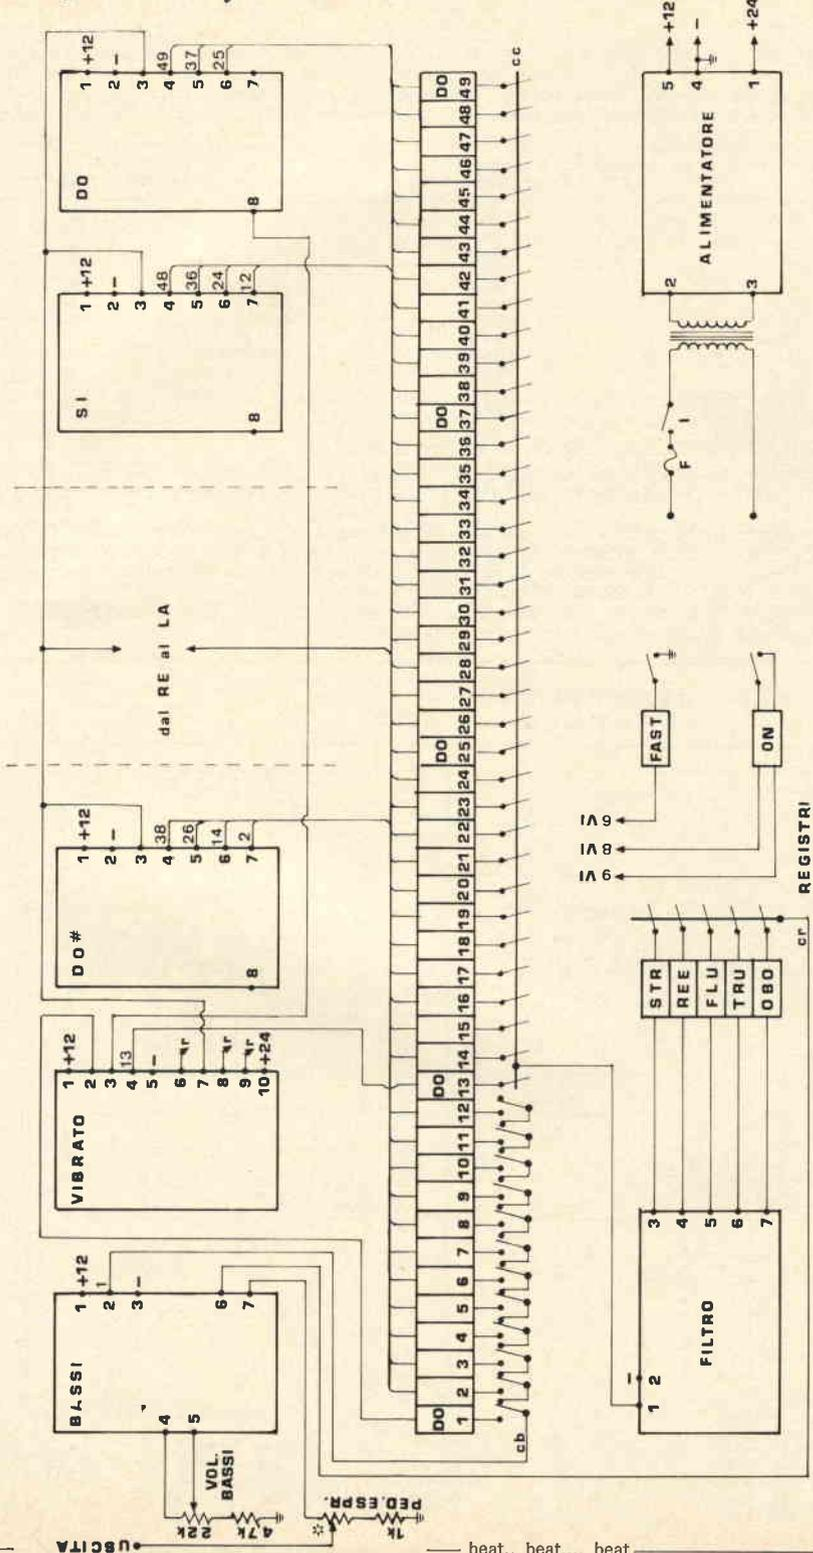

figura 1
In figura 1 è illustrato lo schema generale, che comprende:
- 4) Al terminale 7 è presente lo stesso segnale di cui al terminale 6, ma invertito di fase. Questo è inviato al contatto del tasto n. 10 corrispondente al LA dell'ottava dei bassi: la frequenza di tale segnale sarà dimezzata da un apposito multivibratore bistabile, unico per tutte le 12 note dell'ottava dei bassi. Quanto detto per il LA vale per tutte le altre note: fa eccezione il DO. Tale nota infatti figura sulla tastiera una volta in più rispetto alle altre. Ecco perché, come si vede nello schema generale di figura 1, un segnale differenziato, dal terminale 8 (ultimo divisore di frequenza del DO) viene inviato a un ulteriore divisore di frequenza esistente sul medesimo circuito stampato del vibrato, come sarà detto in seguito.
- 2) Un generatore RC a sfasamento (transistori T_3 e T_4). L'uscita (terminale 9), tramite l'interruttore « ON » di cui allo schema generale di figura 1, filtrata da R_{17} - C_9 e attraverso il condensatore di accoppiamento C_8 (terminale 7) è inviata a modulare di frequenza tutti i generatori di nota (terminale 3 degli stessi). La modulazione è limitata in modo tale da non provocare « stonature ». In effetti i segnali variano in maniera gradevole intorno alla loro frequenza effettiva: si tratta del particolare effetto detto « vibrato ». Tale effetto si ottiene, nella chitarra modificando leggermente e ritmicamente con una apposita leva la lunghezza delle corde. Il trimmer R_{15} serve a regolare la frequenza minima del vibrato (SLOW=lento) che è circa di 5 Hz. Ponendo a massa il terminale 6 mediante il tasto FAST di cui allo schema generale, si esclude la resistenza R_{13} , per cui la frequenza del vibrato aumenta (FAST=veloce), raggiungendo il valore di circa 10 Hz.